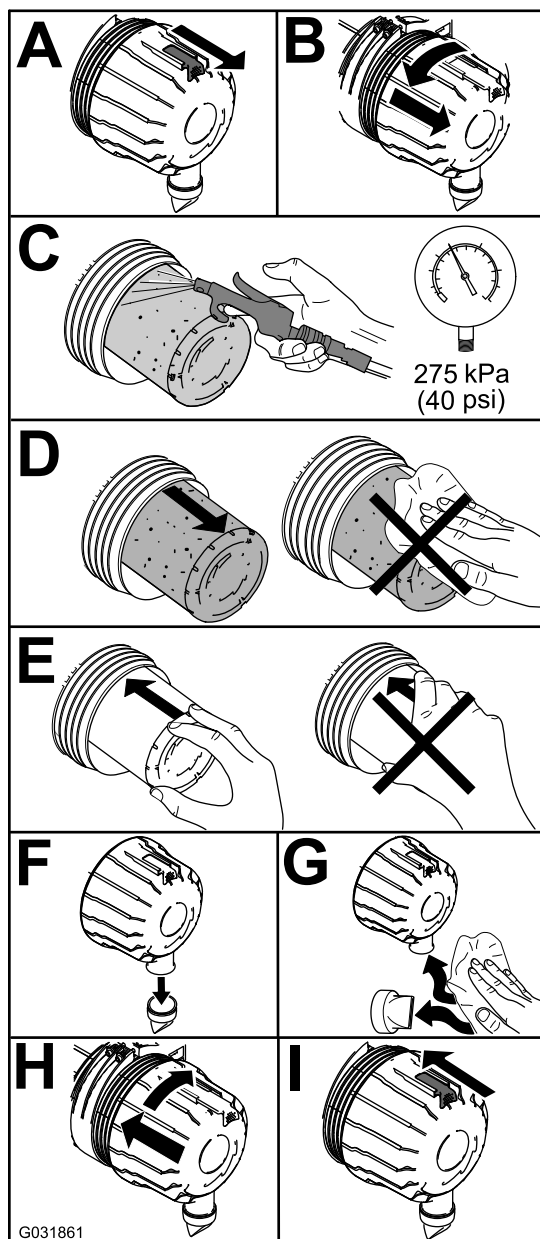

Figura 77
1. Cambie el limpiador de aire (Figura 77).